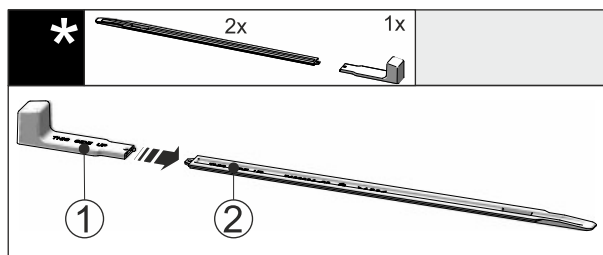

Fig. 45
- ▶ Įkiškite montavimo rankeną Fig. 45 (1) į išlyginamąjį bėgelį Fig. 45 (2).